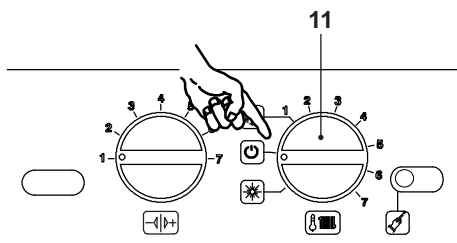

Figura 8.15
- Per uscire dalla programmazione posizionare il selettore di funzione 11 in "⏻" (Figura 8.15), oppure togliere alimentazione elettrica alla caldaia.